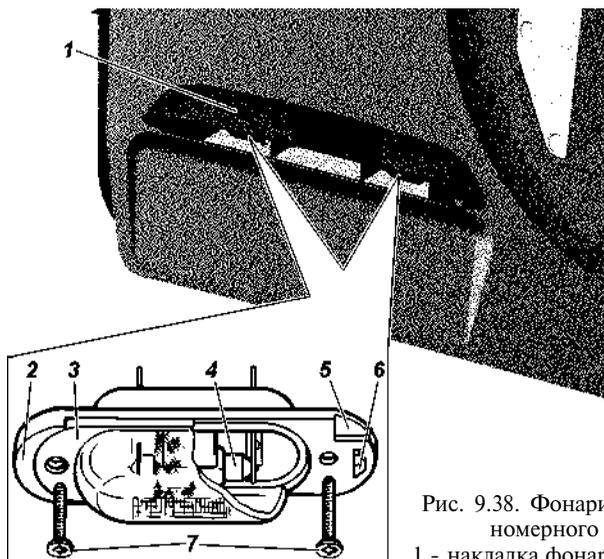

Рис. 9.38. Фонари освещения номерного знака:
**Фонари освещения номерного знака** установлены в ручке двери задка (УАЗ ПАТРИОТ) или на заднем борту (УАЗ ПИКАП). Для замены лампы отверните винты 7 (рис. 9.38) и выньте фонарь. Вставьте отвертку в паз 5 и нажав на защелку 6, снимите рассеиватель 3.